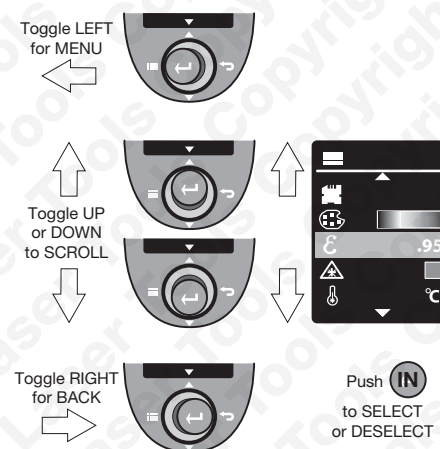

Fig. 4
- Una volta caricato il software (8-10 secondi), prendere confidenza con il selezionatore **H**. Esso si sposta a sinistra, a destra, verso l'alto e verso il basso per selezionare il menu e navigare all'interno delle relative funzioni; premendolo si selezionano e deselectano le diverse funzioni (vedere Fig. 4).
Vedere la Fig. 4